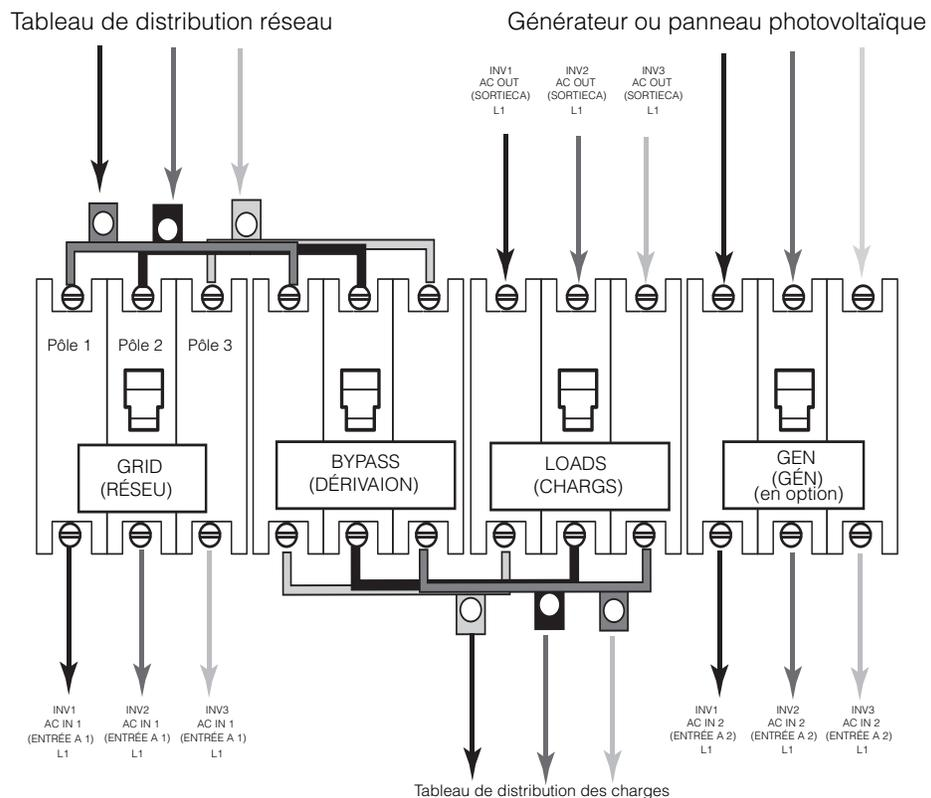

Figure 3-33 Câblage CA du PDP triphasé
4. Connectez le câblage CA comme illustré à la Figure 3-33.